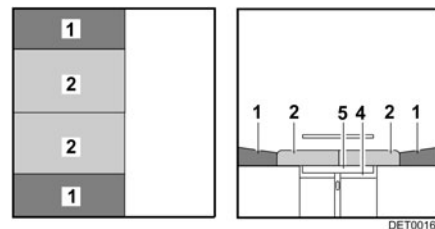

Fig. 64 Después de la transformación
- Tirar de los cojines del asiento (Fig. 64,2) hacia el centro.
- Colocar los cojines del respaldo (Fig. 64,1) entre los cojines del asiento y la pared.